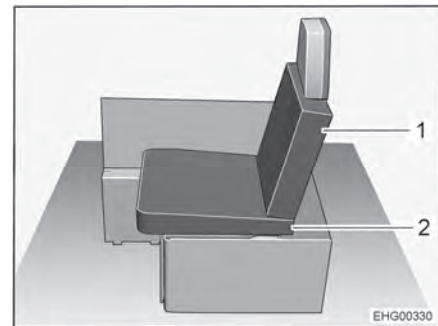

Bild 25 Nach Umbau
- Eines der Sitzpolster der linken Längssitzbank als Sitzpolster (Bild 25,2) auf die Sitztruhe legen. Dabei Keilform des Sitzpolsters beachten: Das Sitzpolster muss leicht zur Rückenlehne geneigt sein (siehe Bild 25).
- Eines der mitgelieferten Zusatzpolster als Rückpolster (Bild 25,1) an der Rückenlehne des Stecksitzes anbringen.